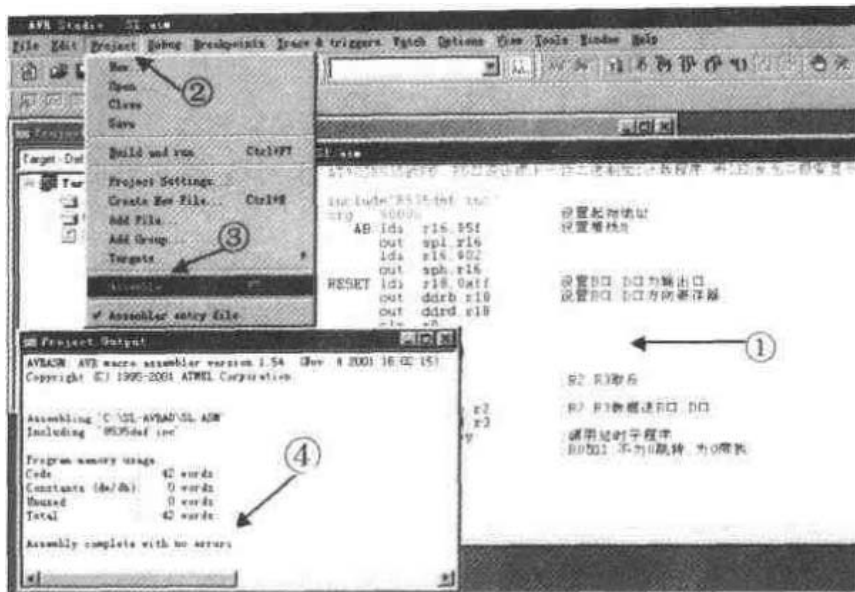

图 3.12 新文件的编辑与编译
① 窗口输入源文件 SL.ASM; ② 选 Project 菜单; ③ 选 Project 下拉菜单的 Assemble 编译选项,进行编译; ④ 编译通过,显示编译提示,见图 3.12。